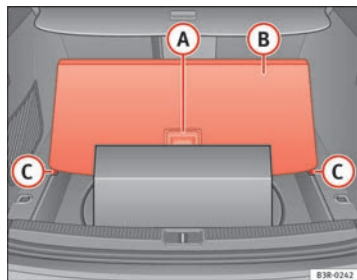

Fig. 124 Superficie de carga levantada
- Tirando del asa **(A)** ⇒ fig. 124, levante la cubierta de la superficie de carga **(B)** y haga que los bordes exteriores entren en los rebajes **(C)**.
- Con ayuda del asa **(A)** ⇒ fig. 124, pliegue la superficie de carga y desplácela hasta el respaldo.
Los objetos pequeños se pueden guardar también **debajo** de la cubierta **(B)** ⇒ fig. 124.